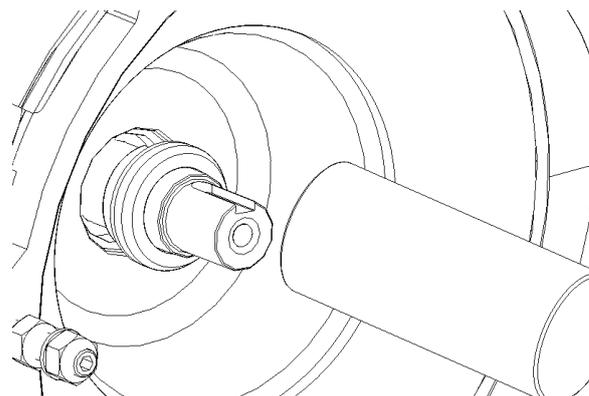

Figure 21: situation de montage avec douille, contre-anneau
- Le contre-anneau avec l'anneau torique est poussé jusqu'au rebord à l'aide de la douille de montage comme montré dans la figure 21. (Attention! Pour la HJ 977, le creux du contre-anneau doit être en alignement avec la goupille élastique montée dans la boîte.)